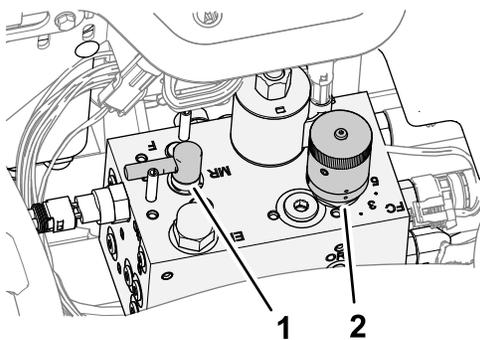

Figura 93
4. Mueva la palanca de autoafilado a la posición R (autoafilado) (Figura 93).